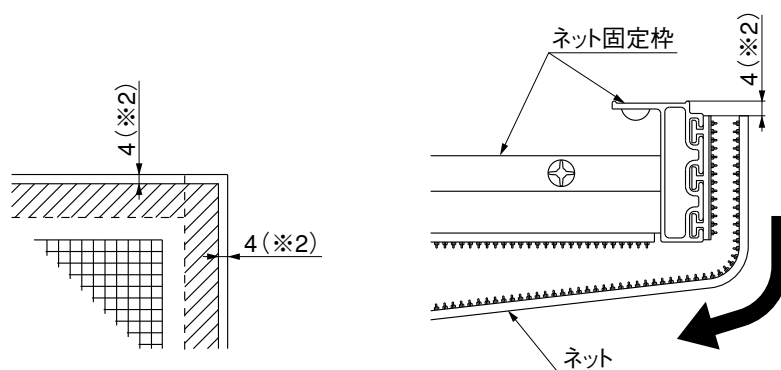

図7-2 B部詳細
- ③ 全体の貼り具合を確認し、張りが出るように本止めしてください。
- ④ 吊元枠に取付けたネット固定枠側から順に、図7-2を参照して貼付けて本止めしてください。
- 側面ネットを取付ける場合、吊元枠側のネット固定枠にまず貼付けてください。その後、もう一方を貼付けて本止めしてください。(図7-2参照)